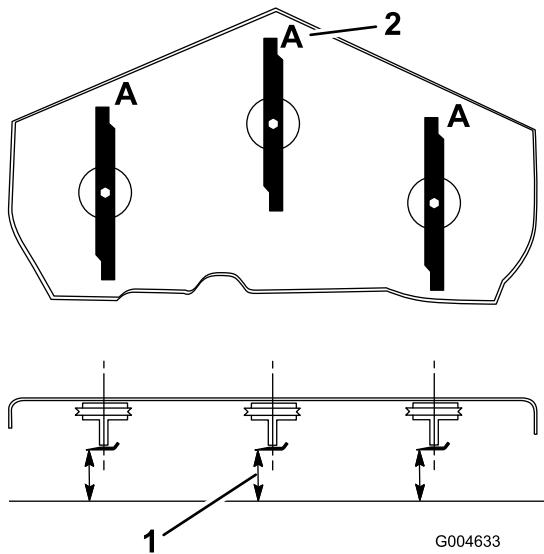

Figura 73
3. Rode as lâminas até as suas extremidades se encontrarem viradas para a frente e para trás (Figura 73). Meça desde uma superfície nivelada até à extremidade de corte, posição A, das lâminas (Figura 73). Anote esta medida.